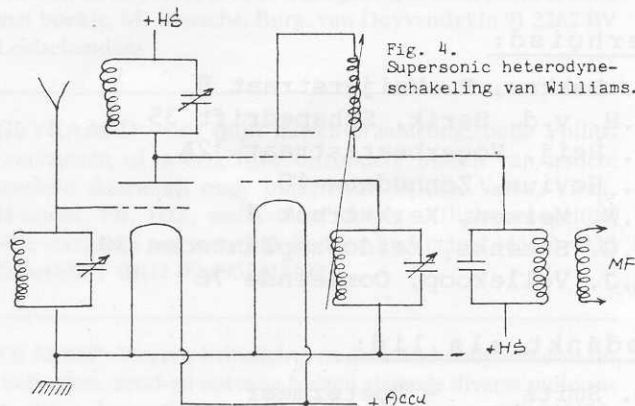

Fig. 4. Supersonic heterodyne-schakeling van Williams.
Radio-ontvangst volgens het Super heterodyne-principe werd in het begin der twintiger jaren ontwikkeld door de Amerikaan Edwin Howard Armstrong ²⁾. De hierbij toegepaste mengschakelingen waren van het additieve type (oscillator en antenne signaal op één rooster). Door de Engelsman A.L. Williams werd hiervoor in 1924 het gebruik van een tetrode van het "vooranoode"-type (S-tetrode) geïntroduceerd (ref. 17). De door hem ontworpen zelfoscillerende schakeling (fig. 4) vertoont gelijkenis met de Franse Modulateur Bigrille, waarvan de idee van Ducretet afkomstig is. We zien hier een voorbeeld van "electronische koppeling". Het oscillatorsignaal ontstaat in de eerste roosterkring door terugkoppeling van de anode-wisselstroom terwijl het antennesignaal op het stuurrooster van de R-tetrode komt. Het oscillatorsignaal ligt dus in de elektronenbaan voor het antennesignaal. De Bigrille en de Williams schakeling kunnen als voorlopers van de latere populaire pentagrid-(heptode-) en octode-converteren beschouwd worden. (Wordt vervolgd)